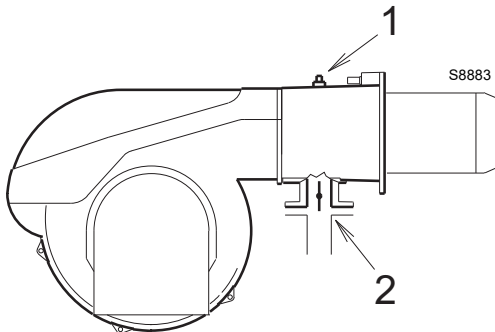

Abb. 23
Gasdruck, an der Entnahmestelle 1)(Abb. 23) gemessen mit:
- ziehen Sie vom Gasdruck an der Entnahmestelle 1)(Abb. 23) den Druck in der Brennkammer ab;
$$\begin{aligned} \text{Gasdruck an der Entnahmestelle 1)(Abb. 23)} &= 30 \text{ mbar} \\ \text{Druck in der Brennkammer} &= 3 \text{ mbar} \\ 30 - 3 &= 27 \text{ mbar} \end{aligned}$$
Um hingegen den am Anschluss 1)(Abb. 23) erforderlichen Gasdruck zu ermitteln, nachdem die Höchstleistung festgelegt wurde, bei der Brenner arbeiten soll:
Rechts den Druck am Anschluss 1)(Abb. 23) ablesen.
An der Entnahmestelle 1)(Abb. 23) erforderlicher Druck.